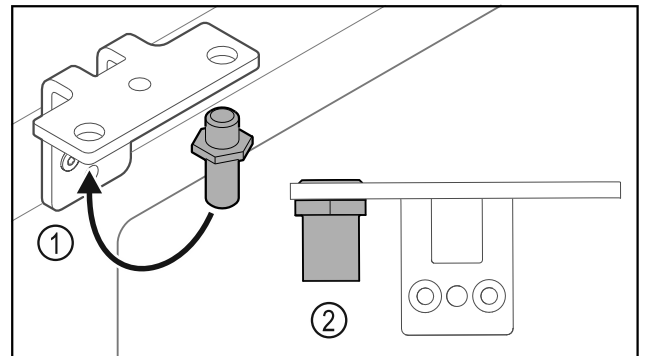

Fig. 30
- ▶ Aseta saranakulman pultti Fig. 30 (1) toiseen paikkaan.
- ▶ Kiristä pultti Fig. 30 (2) **vääntömomentilla 12 Nm**.